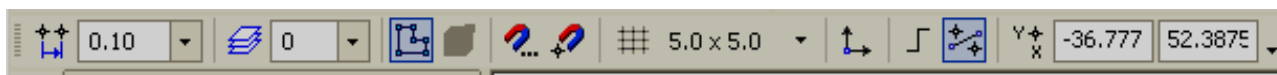

Рис. 63
**Строка текущего состояния** отображает текущие параметры КОМПАС-3D и также зависит от рабочего окна (рис. 63).